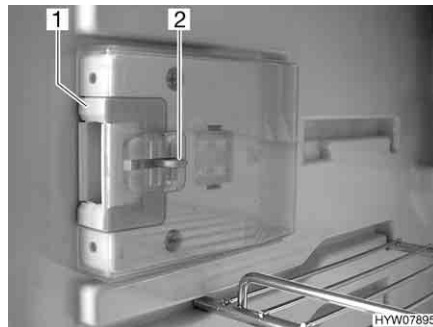
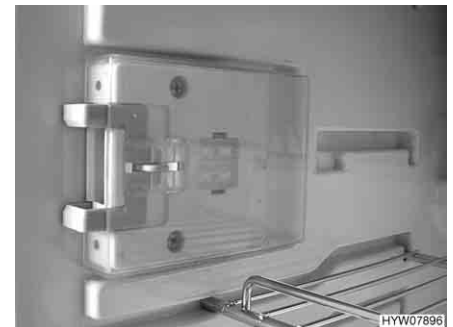

Bild 233 Låsanordning i normaläge
Bild 234 Låsanordning i ventilationsläge
■ Tryck in frigöringen (Bild 233,2).
■ Skjut låsanordningen (Bild 233,1) framåt (Bild 234).